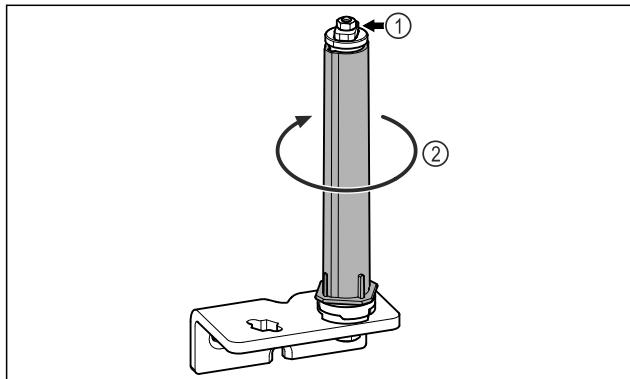

Fig. 13
- No desmontar el sistema de cierre de puertas *Fig. 13 (1)*.
- Girar el sistema de cierre *Fig. 13 (2)* hasta que haga clic.